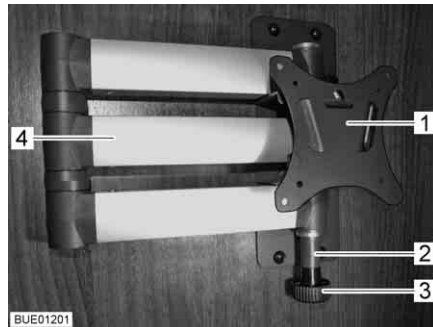

Bild 86 Fäste med ledad arm
- Dra i låsknappen (Bild 86,3). Den ledade armen (Bild 86,4) är upplåst.
- Vrid tillbaka den platta bildskärmen till utgångsläget, tills fästet (Bild 86,1) hakar fast i låset (Bild 86,2).